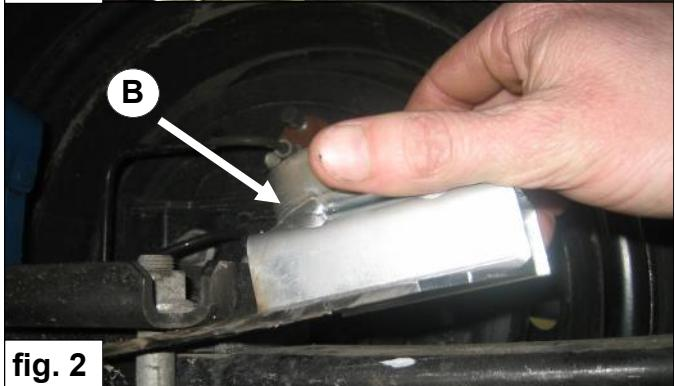

fig. 2
2. Placez la coupelle inférieure **B** sur la lame de ressort à l'avant de l'essieu. Veillez à ce que la bande s'accroche bien autour de la fixation de la lame de ressort. **Fig. 2**